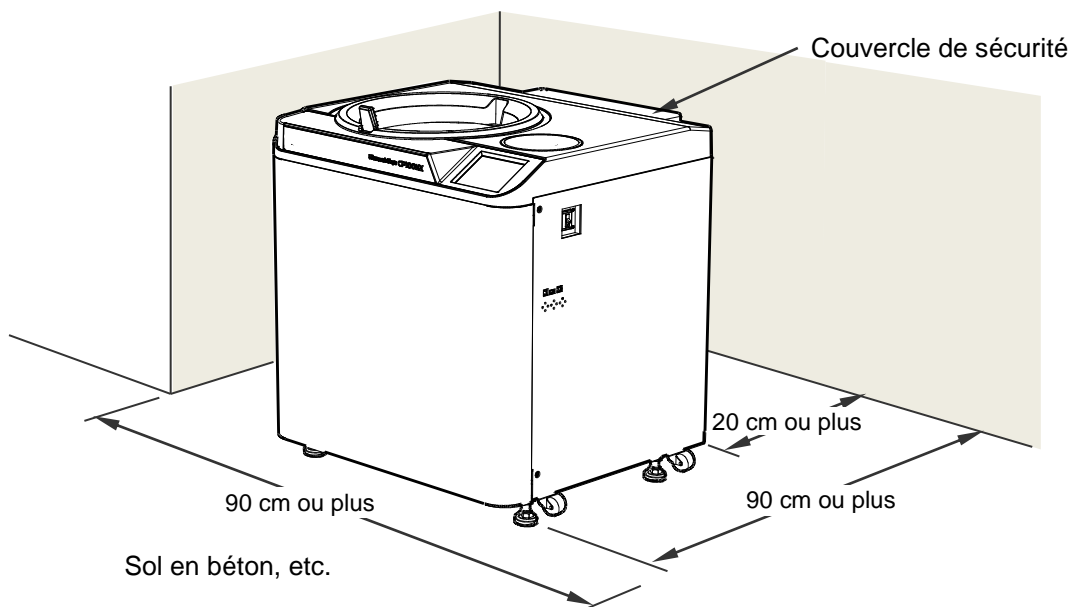

Fig. 6-1 Lieu de l'installation
- (1) Installer l'ultracentrifugeuse sur un sol en béton, en dalles de pierre ou en bois dur. Éviter de l'installer sur un sol mou, moquetté ou transmettant des vibrations externes à l'ultracentrifugeuse.
- (2) La plage de température ambiante doit se situer entre 2 et 40 °C. La température du rotor augmentera sous l'effet d'une température ambiante supérieure à 30 °C. Éviter d'installer l'ultracentrifugeuse en plein soleil ou dans un endroit où la température ambiante est supérieure à 30° C.
- (3) L'ultracentrifugeuse nécessite un dégagement de plus de 20 cm à l'arrière et un espace au sol d'au moins 90 x 90 cm (Voir Fig. 6-1). S'assurer que les alentours de la centrifugeuse permettent une libre circulation de l'air. Éviter d'installer l'ultracentrifugeuse à proximité d'autres appareils ou machines générant de la chaleur, ce qui pourrait réduire la capacité de refroidissement de l'ultracentrifugeuse.